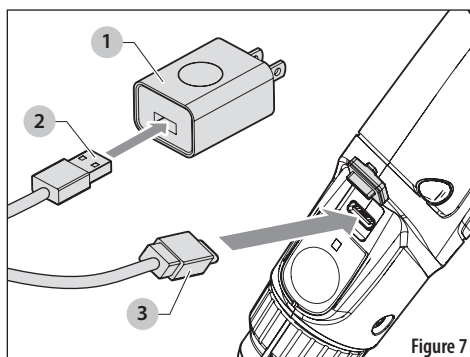

Figure 7
1. Branchez le chargeur (1) dans une prise appropriée.
2. Assurez-vous que le câble USB-C (2) est entièrement inséré dans le chargeur.
3. Insérez l'autre extrémité du câble USB-C (3) dans le port de charge situé au-dessus de bouton d'alimentation sur la poignée du pulvérisateur de lance électrique. Voir Figure 7.